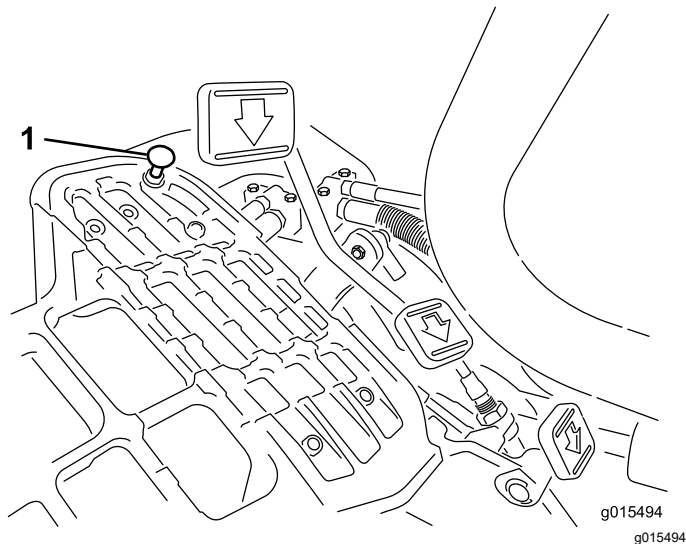

Figure 40
Pour obtenir la vitesse de transport maximale, placez le sélecteur de fonction en position TRANSPORT et appuyez sur la pédale de déplacement. Si la pédale arrive en butée (Figure 40) avant que la tension soit ressentie sur le câble, procédez au réglage suivant :
1. Placez le sélecteur de fonction à la position TRANSPORT et desserrez le contre-écrou qui fixe la butée de la pédale au plancher (Figure 40).